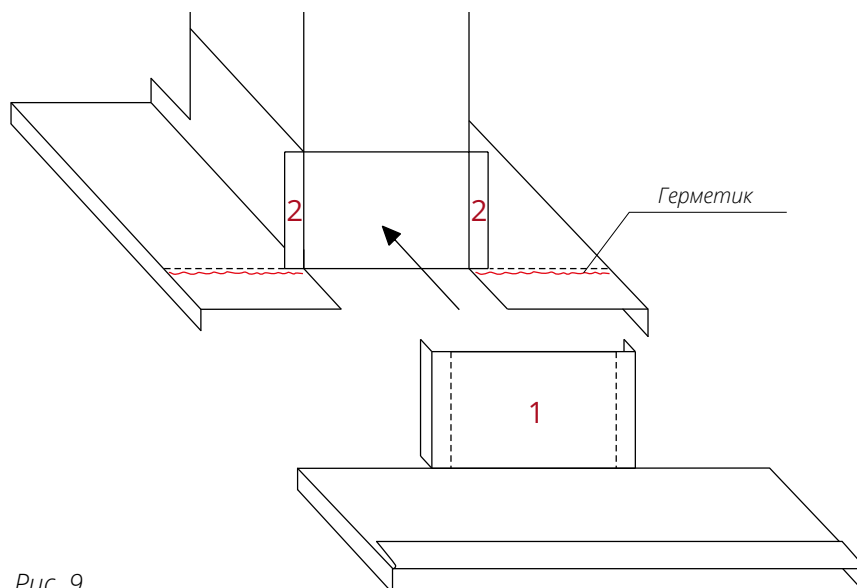

Рис. 9
- Соедините Планку верхнюю 1 одинарным фальцем к отгибам на панелях 2 (рис. 9). Закрепите планку к обрешетке саморезами 4,8*29.